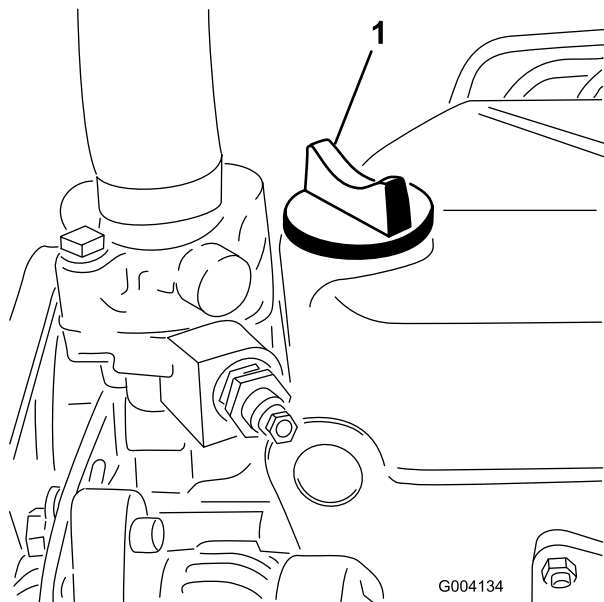

図 29
5. 不足している場合は、キャップ 図 29 を取り、Full 位置までオイルを補給する。